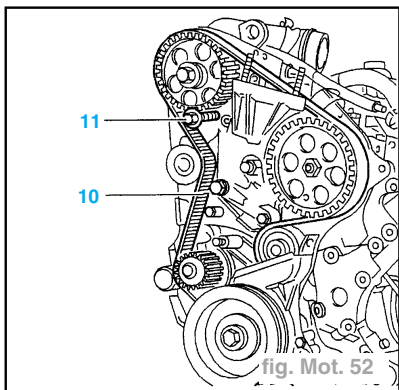

fig. Mot. 52
- Écarter le boîtier de sortie d'eau (9) du carter cylindres.
- Déposer (fig. Mot. 52).